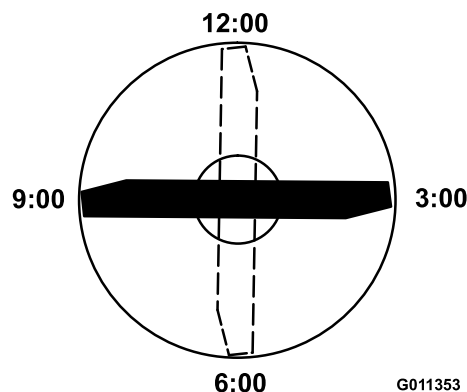

Figura 74
4. Posicione a extremidade de corte da extremidade marcada da lâmina nas 12 horas (a direito na direção do corte) (Figura 74) e meça a altura da mesa à extremidade de corte da lâmina.
5. Rode a extremidade marcada da lâmina para as posições das 3 horas e das 9 horas (Figura 74) e meça as alturas.